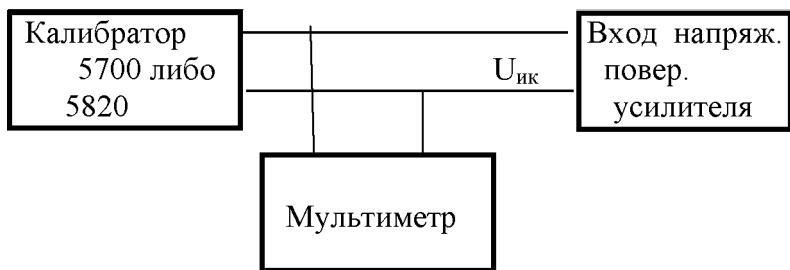

Рисунок 1. Схема поверки усилителей на постоянном токе
6.5.1.1 Для поверки собирают схему рис.1. Мультиметр также используется для контроля выходных аналоговых сигналов (усилителей 6600, 7600 и систем ISOBE5600).
6.5.2.1 Проверку погрешности выполняют с использованием схемы рис. 1. Для поверки модулей измерения сигналов акселерометров усилителей на сигнальный вход модуля последовательно должен быть подключен конденсатор емкостью 1 нФ.
6.5.3.1 Проверку неравномерности АЧХ усилителей выполняют с использованием схемы рис. 1 для каждого вида фильтров, предусмотренного ЭД, для которых нормирована ширина полосы пропускания.